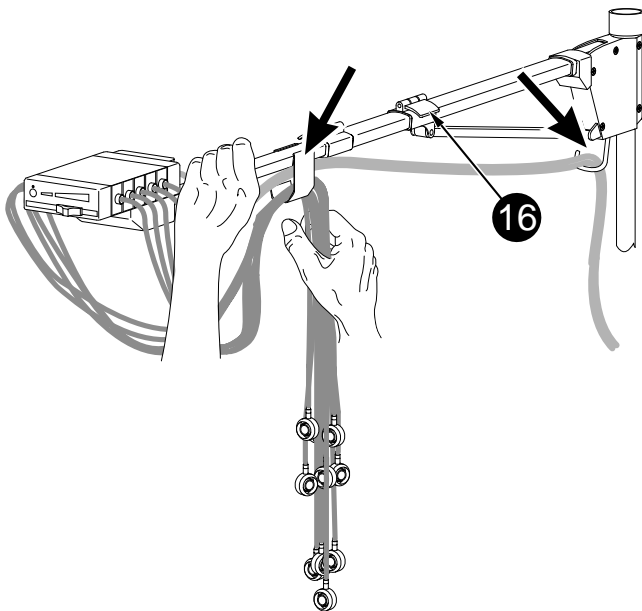

Bild 3-5. Verlegen der Leitungen
- \* Verlegen Sie die kombinierte Saug- und Signalleitung entsprechend Bild 3-5.
- \* Hängen Sie anschließend die Elektrodenleitungen entsprechend Bild 3-5 ein.
- \* Bei der Höhenverstellung des Auslegers müssen Sie den Ausleger festhalten, damit er beim Lösen der Klemme (16) nicht nach unten klappt.